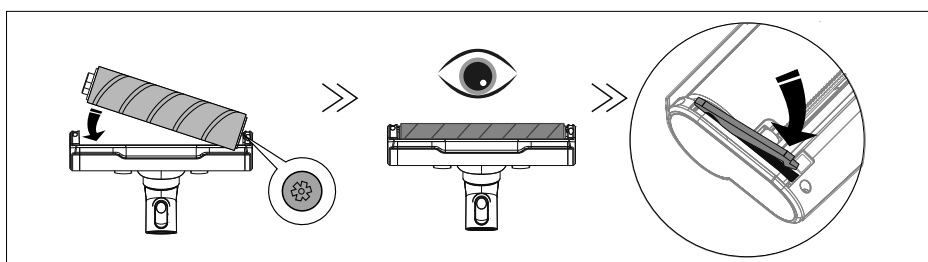

Fig. 12
- ▶ Rimontare il rullo spazzola nell'ordine inverso e inserirlo nella bocchetta per pavimenti. Assicurarsi che sia posizionato correttamente come mostrato nella fig. 12.